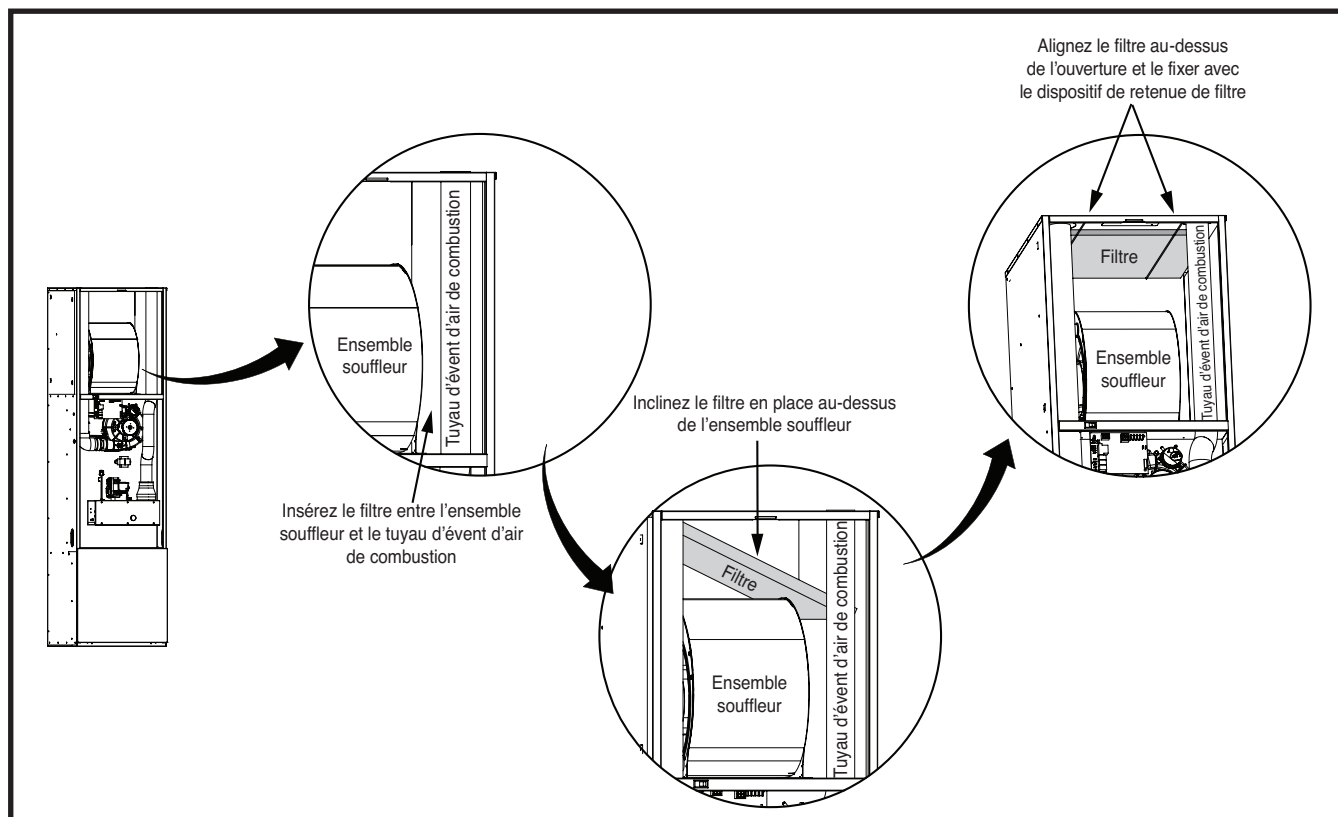

Figure 8. Installation du filtre
1. Glissez le filtre standard de 18 po x 18 po x 1 po dans l'espace entre le tuyau d'air de combustion et l'ensemble souffleur. Voyez la Figure 8. **REMARQUE :** Assurez-vous que les flèches de circulation d'air du filtre pointent vers l'ensemble souffleur.
4. Alignez uniformément le filtre au-dessus de l'ouverture au haut de l'armoire de la fournaise, puis placez l'autre extrémité du dispositif de retenue de filtre au-dessus du rebord dans le panneau supérieur de la fournaise. **REMARQUE :** Pour bien fixer le filtre, assurez-vous que le dispositif de retenue de filtre est bien positionné dans le panneau supérieur de la fournaise. Il ne doit y avoir aucun espace d'air visible. Le dispositif de retenue peut glisser légèrement vers la gauche ou la droite, mais il ne doit y avoir aucun mouvement de l'avant à l'arrière. Voyez la Figure 8.